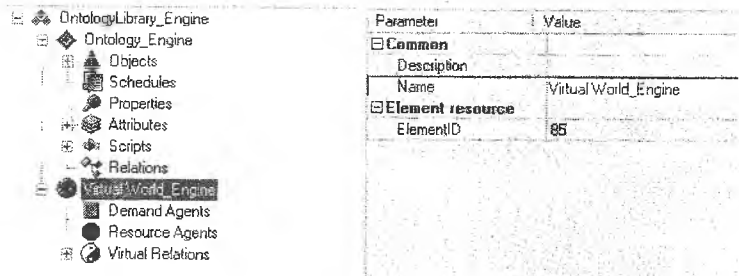

Рис. 12. Категории концептов онтологии мира заказов и ресурсов
- Создайте онтологию мира заказов и ресурсов для предметной области «Выбор удельной нагрузки на крыло» (*New Item -> Virtual World Ontology*). Введите в поле *Name* название онтологии – *Virtual World Engine*. Раскройте дерево концептов онтологии виртуального мира (рис. 12).